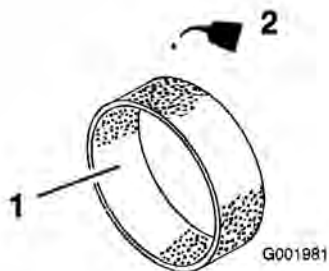

図 42
- 乾いたら新しいエンジン・オイルを 30~60 cc 含ませる(図 42)。